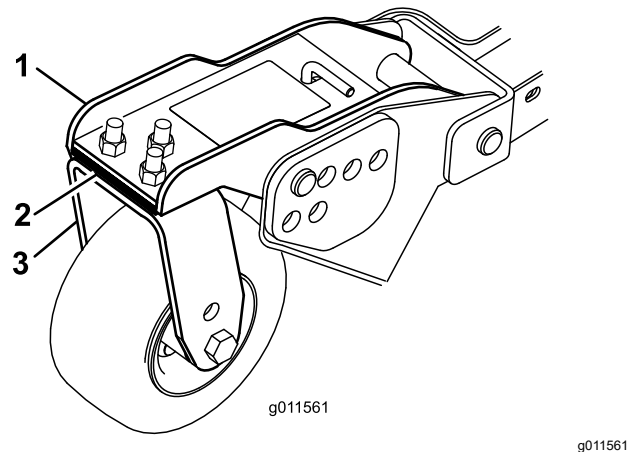

Figura 29
3. Ajuste los suplementos de 3 mm de las horquillas de las ruedas giratorias delanteras hasta que la altura de corte se corresponda con la marca de la pegatina (Figura 29).
3. Si el borde interior de la unidad de corte lateral está demasiado alto respecto al borde exterior de la unidad de corte delantera, retire un suplemento de la parte inferior del brazo interior delantero de la rueda giratoria en la unidad de corte lateral (Figura 29).